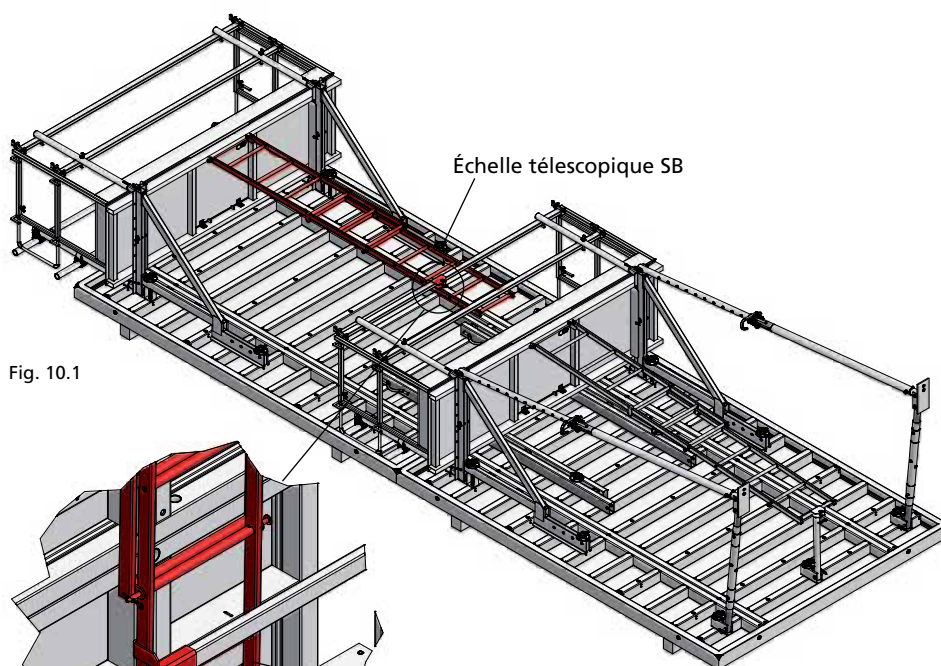
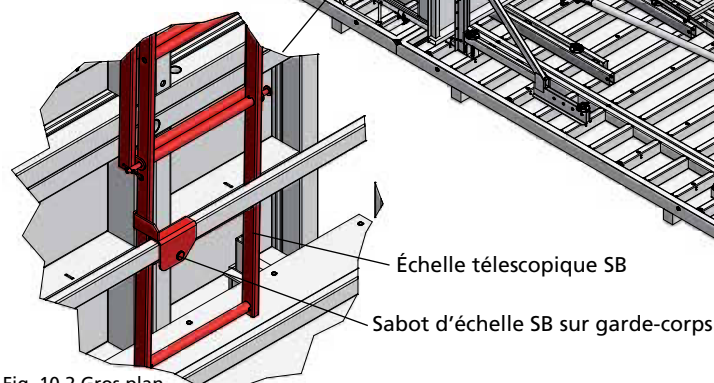

Fig. 10.1
Fig. 10.2 Gros plan
3. Pour le rehaussement avec trappe, l'échelle télescopique est d'abord fixée en haut au niveau de la trappe de la plate-forme Alu à l'aide de l'axe de fixation de l'échelle puis sécurisée avec une goupille. En bas, l'échelle est fixée sur le garde-corps arrière à l'aide d'un sabot d'échelle SB sur garde-corps. Le sabot est fixé sur le garde-corps via l'axe de fixation dont il est équipé puis est sécurisé avec une goupille (fig. 10.1, gros plan de la fig. 10.2).